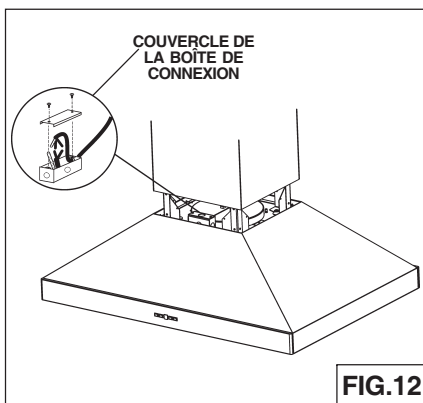

FIG.12
1. Enlevez le couvercle de la **boîte de connexion électrique**. Ouvrez un trou de la boîte de connexion électrique (Fig.12).